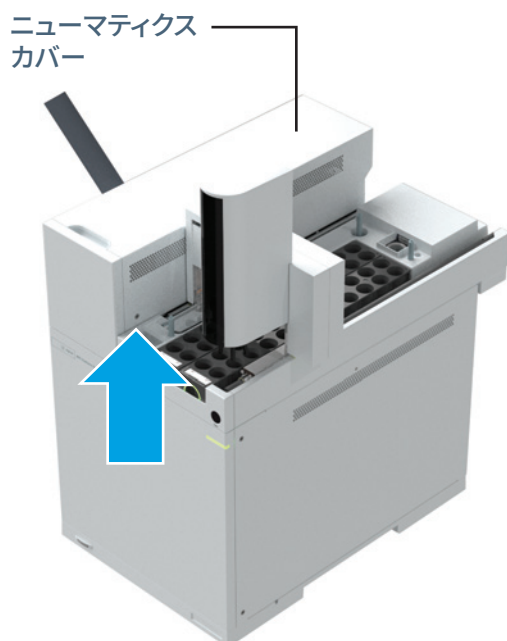

図 3. ニューマティクスカバーからの T-20 トルクスネジの取り外し
- 2 カバーを所定の位置に固定している T-20 ねじを取り外します (図 3)。